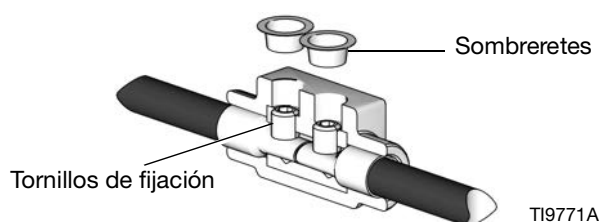

FIG. 10
NOTA: Cuando estén apretados a 6,78 N•m (60 lb-pulg.), los tornillos de fijación estarán aproximadamente a ras con el conector. Consulte la FIG. 10.
- f. Inserte los sombreretes sobre los tornillos de fijación. Consulte la FIG. 10.